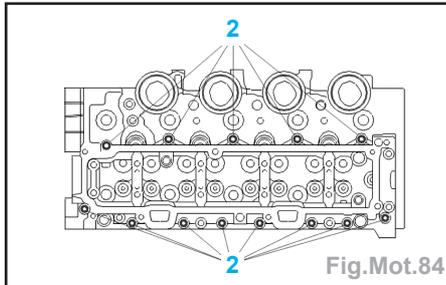

Fig.Mot.84
- Déposer (Fig.Mot.84) :
- les vis (2) du carter chapeaux supérieur d'arbre à cames,